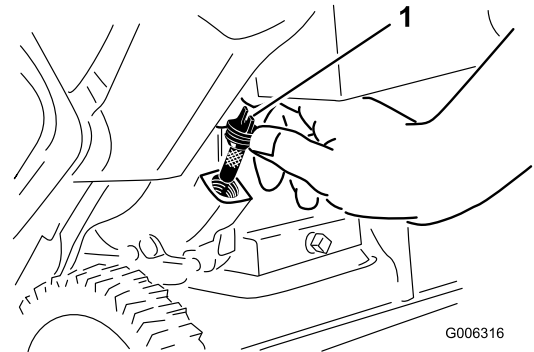

Bild 7
2. Reinigen Sie den Bereich um den Öleinfülldeckel (Bild 7).